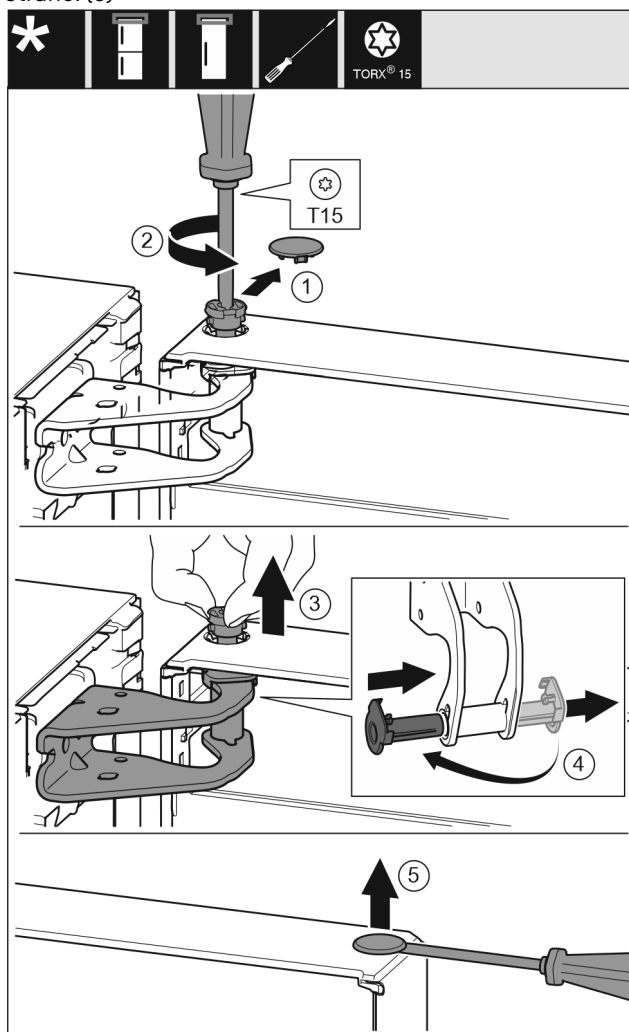

Fig. 9
- ▶ Bezpečnostní kryt opatrně stáhněte. Fig. 9 (1)
- ▶ Šroubovákem T15 o kousek vyšroubujte čep. Fig. 9 (2)
- ▶ Dveře podržte a čep vytáhněte prsty. Fig. 9 (3)
- ▶ Vytáhněte ložiskové pouzdro z vedení. Vložte z druhé strany a zaklapněte. Fig. 9 (4)
- ▶ Plochým šroubovákem opatrně nadzvedněte zátku z ložiskového pouzdra dveří a vytáhněte ji. Fig. 9 (5)